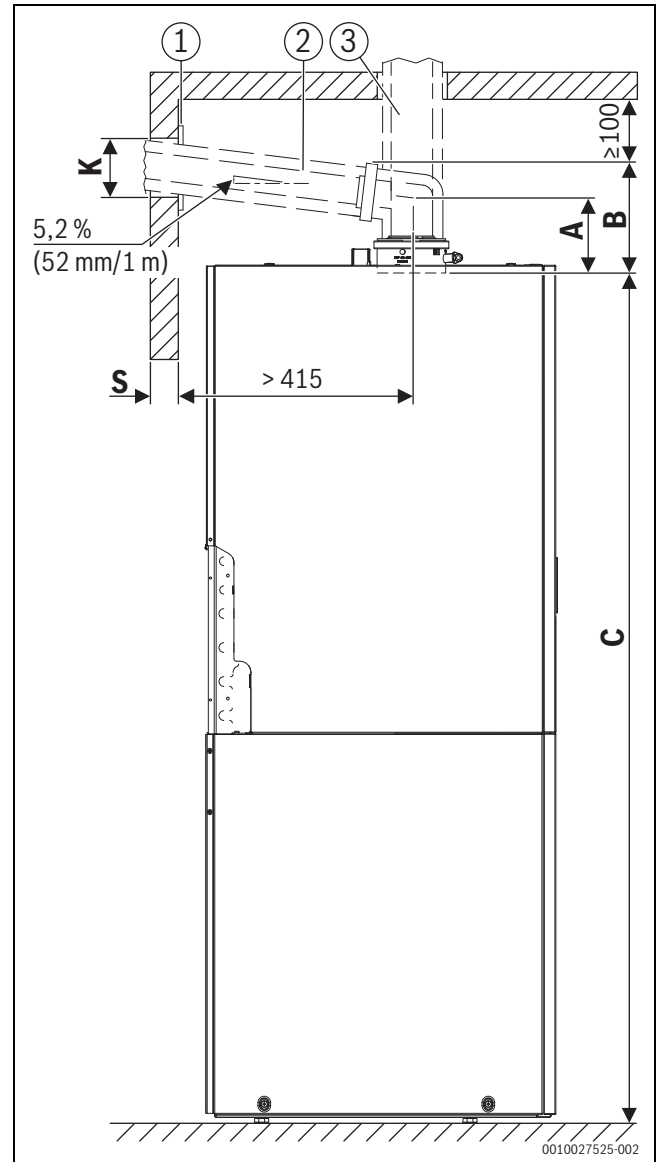

Bild 20 Ansicht von der linken Seite (Maße in mm)
- Falls erforderlich, Maß der Blende (→ Bild 20, [1]) addieren.